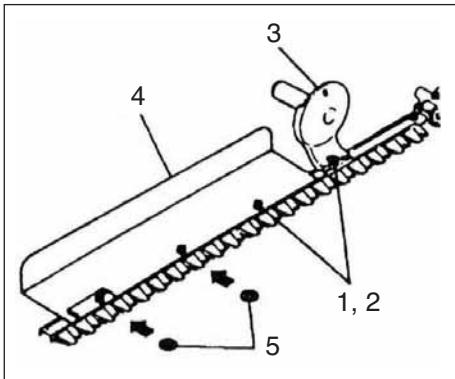

Рис.1-1
Рукоятка В (3) и накопительная пластина (4) (Рис. 1-1)
- Демонтировать четыре шайбы и гайки (1) на конце режущего лезвия.